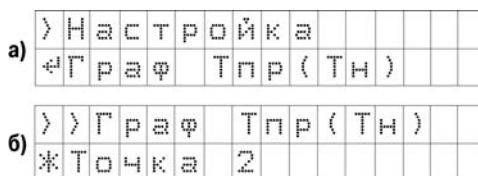

Рисунок 6.1 – Примеры индикации подпунктов меню
- Символ «» (перед названием пункта) указывает на то, что пункт является ветвью (рисунок 6.1, а);
- Символ «*» (перед названием пункта) указывает на то, что пункт является параметром (рисунок 6.1, б);